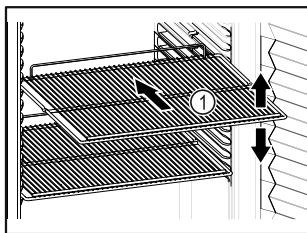

Fig. 78 Примерное изображение
- Если имеются решетчатые полки Fig. 78 (1), отрегулируйте высоту их установки.